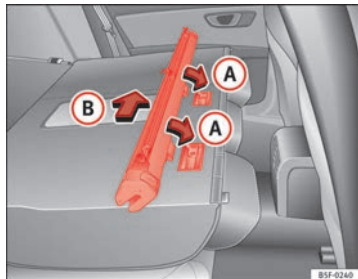

Fig. 100 Montar a rede de separação nos encostos do banco traseiro.
- Coloque a carcaça da rede nos rebaios das calhas de fixação no sentido das setas ⇒ Fig. 100 A.
- Puxe a carcaça da rede aprox. 5 cm no sentido contrário ao da seta ⇒ Fig. 100 ⑥.
- Retire a carcaça das calhas de fixação puxando no sentido contrário ao das setas ①.